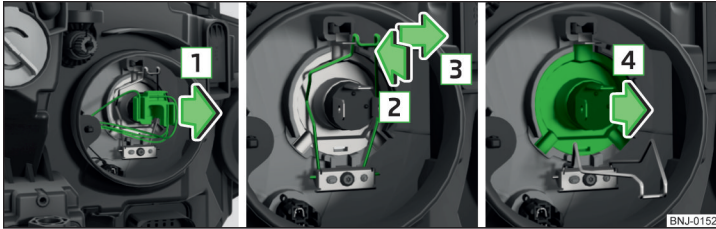

Abb. 299 Glühlampe für Ablend- und Fernlicht wechseln
- › Die Steckerverrastung drücken und den Stecker mit Wackelbewegungen in Pfeilrichtung **1** » Abb. 299 herausnehmen.